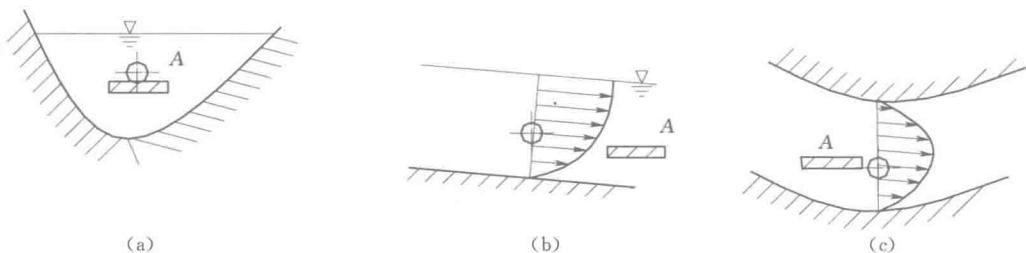

图 1-6
3. 试分析图 1-6 中三种情况下水体 A 受哪些表面力和质量力作用?